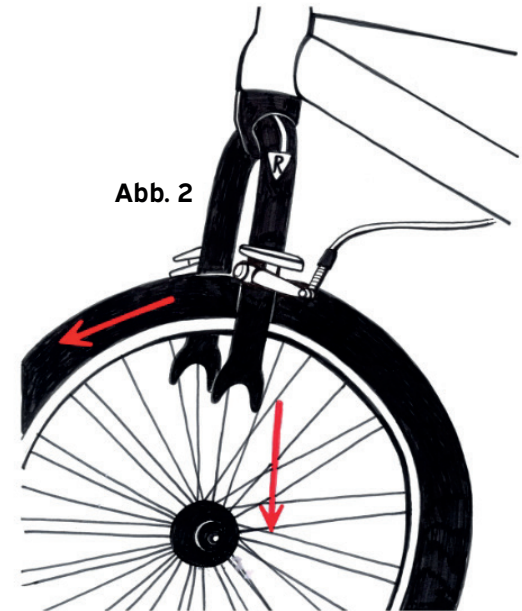

Abb. 2
4. Ab dem 20" Modell werden die Räder mit demontiertem Vorderrad verpackt. In diesem Fall bitte folgende Anweisungen beachten. Vor dem Einsetzen des Rades ist es notwendig die Bremse zu lösen und die richtige Laufrichtung zu bestimmen. Diese wird mittels Pfeils und Aufschrift „Direktion“ am Reifenflanken angegeben (Abb. 2).